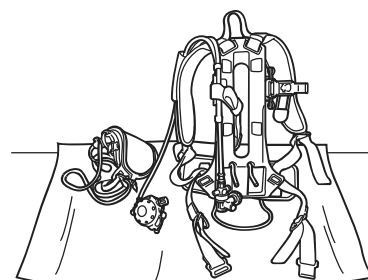

図 58 陰干し
3. 粉じんや溶剤等がない風通しのよい直射日光の当たらない場所で2時間以上乾燥させる。（図58参照）